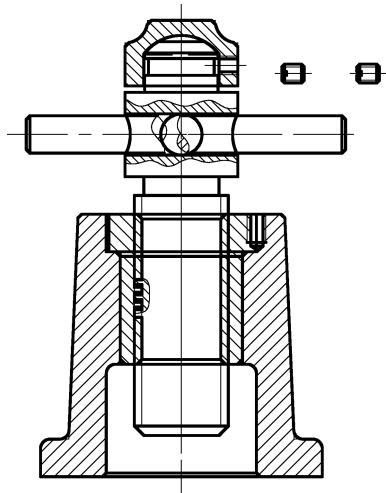

图 11-58 复制螺钉示例
2) 在“QD010 装配图”绘图区，单击“剪贴板”面板→“粘贴”按钮，在指定位置单击鼠标，可以粘贴两次。结果如图 11-58 所示。